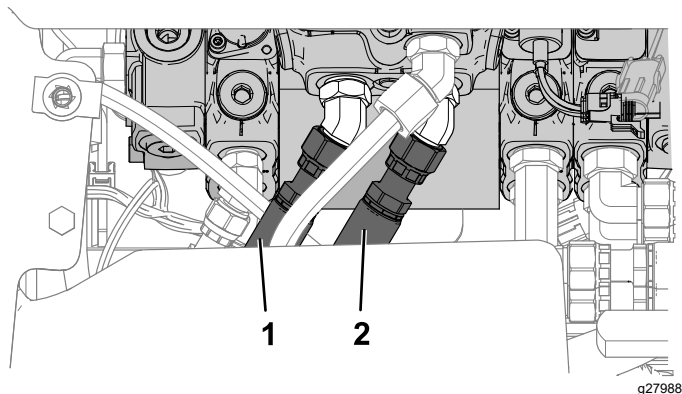

Figura 11
2. Scollegate i flessibili idraulici illustrati nella Figura 11 dalla valvola della leva dei comandi idraulici.